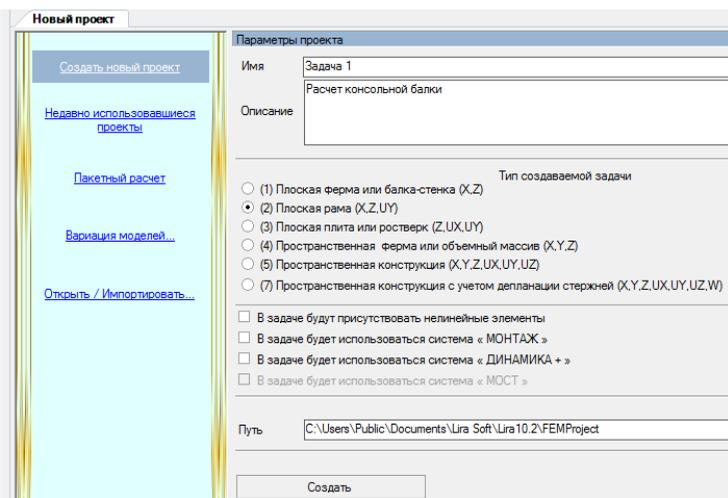

Рис. 26. Редактор начальной загрузки
2. В редакторе начальной загрузки **Новый проект** (рис. 26) выберите **Создать новый проект** и задайте параметры проекта:
- тип создаваемой задачи — **(2) Плоская рама (X, Z, UY)**. X, Z, UY — возможные линейные и угловые перемещения узлов.